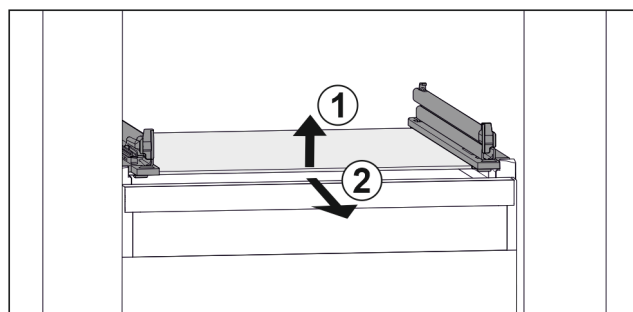

Fig. 25 Rappresentazione esemplificativa del ripiano in vetro
- Sollevare il ripiano in vetro dal davanti. Fig. 25 (1)
- Rimuovere il ripiano in vetro tirando in avanti. Fig. 25 (2)